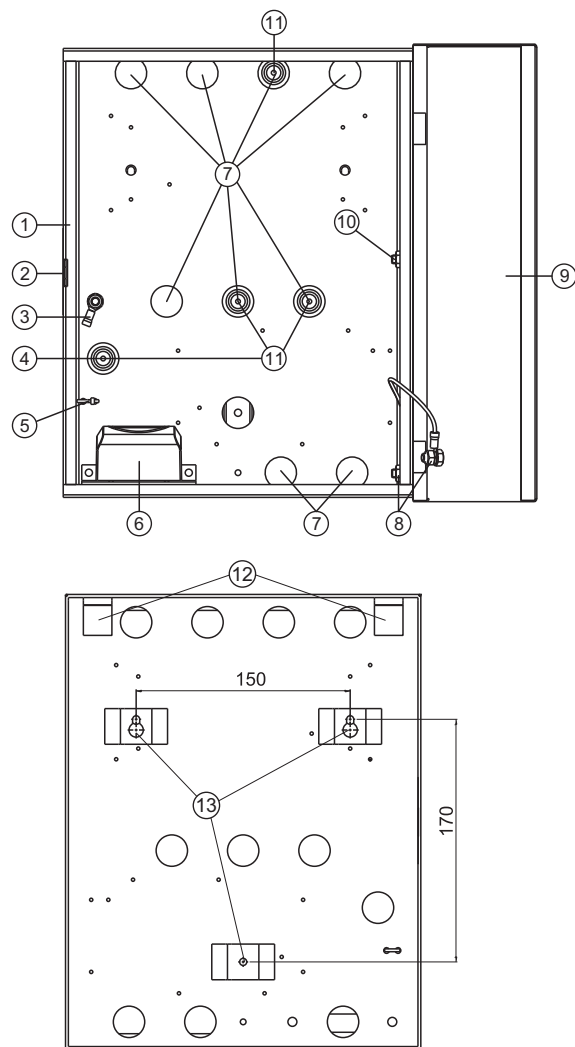

Рисунок 1 - Внешний вид и установочные размеры бокса
Для крепления на стене используются скобы (13) (см. рисунок 1) на задней стенке бокса, а также шурупы 4x35 и дюбеля 6x30 из комплекта поставки.